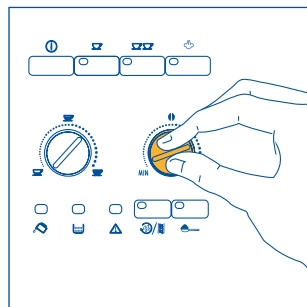
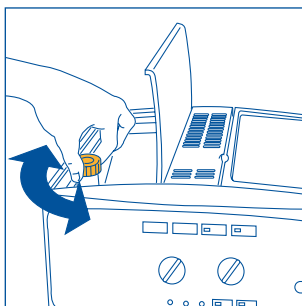

Fig.7
Fig. 17
- 2) Regulér knappen til højre (fig.7) for at indstille den ønskede kaffesmag. Jo mere den drejes med uret, jo større bliver mængden af kaffebønner, som maskinen maler, og derfor vil kaffe komme til at smage tilsvarende stærkere. Ved førstegangsbrug skal man foretage flere prøver og brygge kaffe flere gange, indtil man finder ud af knappens korrekte position. Pas på ikke at dreje for meget med uret, for ellers risikerer du at opnå et for langsomt udløb (i dråber), især når du skal brygge to kopper kaffe.
BEMÆRK 1: Hvis kaffen løber ud dryppende eller slet ikke løber ud, er det nødvendigt at dreje knappen til regulering af malingsgraden (fig. 17) med uret, indtil den siger klik en gang (jvf. par. 6) . Prøv et klik ad gangen, indtil du finder en tilfredsstillende kaffebrygning.
BEMÆRK 2: Hvis kaffen løber for hurtigt ud og kaffecremen ikke er tilfredsstillende, drej knappen til højre lidt (fig.7) med uret. Man skal foretage flere prøver og brygge kaffe flere gange, indtil man finder ud af knappens korrekte position. Pas på ikke at dreje for meget mod uret, du risikerer at få en for lang udstrømning (dryppende), især når man ønsker to kopper kaffe. Hvis efter nogle kopper kaffe kaffecremen endnu ikke er tilfredsstillende, drej også knappen til regulering af malingsgrad (fig.17) mod uret indtil den siger klik en gang (jvf. par. 6).
For at undgå det, er det nødvendigt at regulere kaffens malingsgrad ved at dreje knappen til regulering af malingsgrad (fig.17) mod uret, indtil den siger klik en gang (som beskrevet i kap. 6).